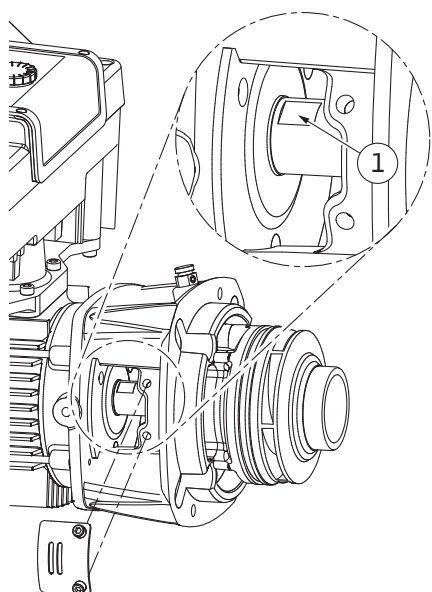

Fig. 105: Schlüsselflächen auf Welle
14. Einen Maulschlüssel (SW22 mm), in das Laternenfenster einführen und die Welle an den Schlüsselflächen festhalten (Fig. 105, Pos. 1). Die Laufradmutter (Fig. I, Pos. 22) ausdrehen. Das Laufrad (Fig. I, Pos. 21) wird automatisch von der Welle abgezogen.
3. Einen Maulschlüssel (SW22 mm), in das Laternenfenster einführen und die Welle an den Schlüsselflächen festhalten (Fig. 105, Pos. 1).
10. Einen Maulschlüssel (SW32 mm), in das Laternenfenster (Fig. IV, Pos. 38) einführen und die Welle an den Schlüsselflächen festhalten (Fig. 105, Pos. 1). Laufrad mit Unterlegscheibe(n) und Mutter montieren. Mutter festziehen. Beschädigungen der Gleitringdichtung durch Verkanten vermeiden.